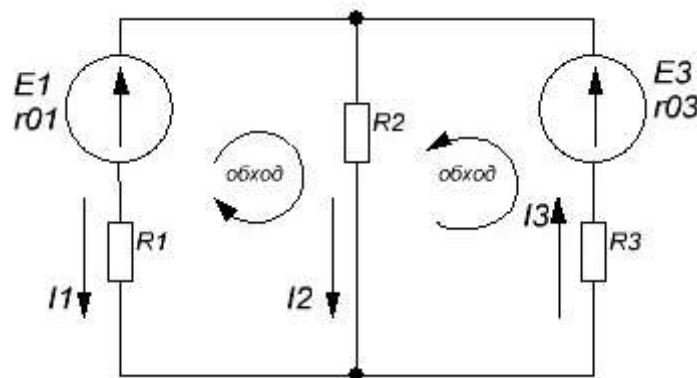

Рисунок 4 - Исходная схема
1. Произвольно выбираем направление токов в ветвях и направление обхода контуров (рис.4).